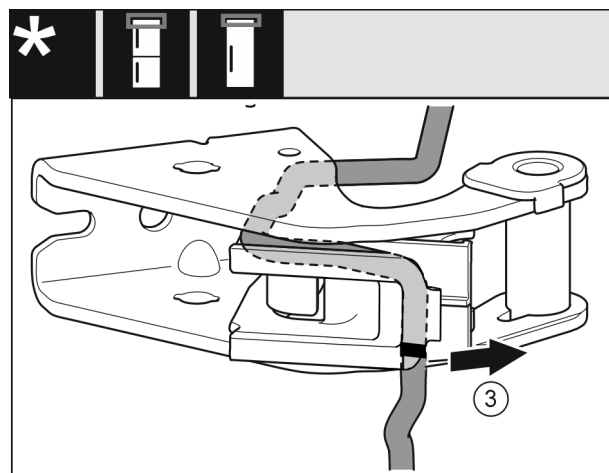

Fig. 18
- ▶ Zdemontować kabel z mocowaniem kabla z płytki zawiasu. Fig. 18 (3)